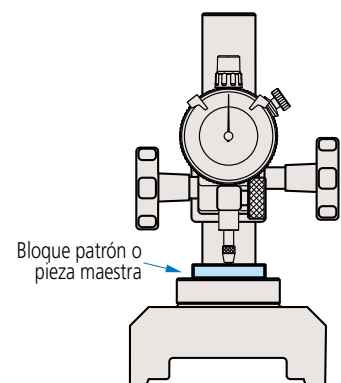

Fig. 1
7. Para el ajuste del punto cero del medidor, se recomienda utilizar un bloque patrón o una pieza de trabajo maestra. (Fig. 1)